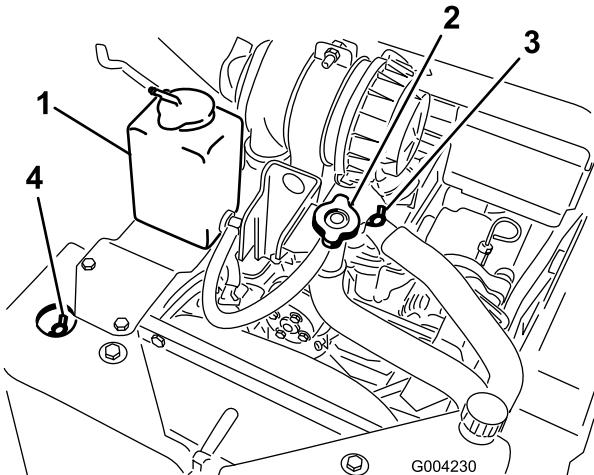

Figure 20
A. Enlevez le bouchon de remplissage (Figure 20).
- B. Ouvrez les soupapes de purge de liquide de refroidissement avant et supérieure (Figure 20).
commence à sortir par la soupape de purge avant (Figure 20).
- D. Fermez la soupape de purge avant (Figure 20).
- E. Versez du liquide de refroidissement dans le goulot de remplissage jusqu'à ce qu'il commence à sortir par la soupape de purge supérieure (Figure 20).
- F. Fermez la soupape de purge supérieure (Figure 20).
- G. Versez du liquide de refroidissement dans le goulot de remplissage jusqu'à ce qu'il monte dans le goulot (Figure 20).
- H. Remettez le bouchon de remplissage (Figure 20).
- I. Ajoutez du liquide de refroidissement dans le vase d'expansion jusqu'à ce qu'il atteigne le trait du plein sur le côté du vase (Figure 20).